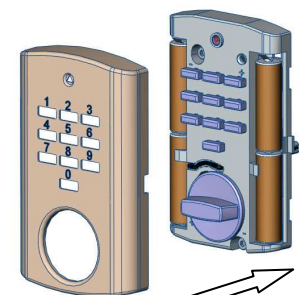

Bild 11
13. Stecken Sie die Abdeckkappe über den Grundkörper und lassen ihn mit leichtem Druck einschnappen (Bild 11).